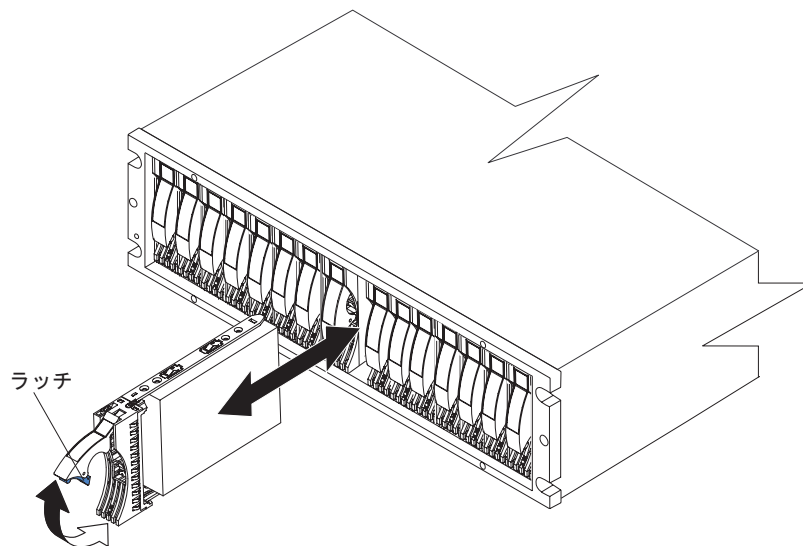

図 22. E-DDM の再取り付け
1. 図 22 に示すように、ハンドルを持ち上げて、トレイ・ハンドルのちょうつがい がストレージ・サブシステム・ベゼルの下のラッチに掛かるまで、E-DDM CRU を注意深く空のベイに押し込みます。